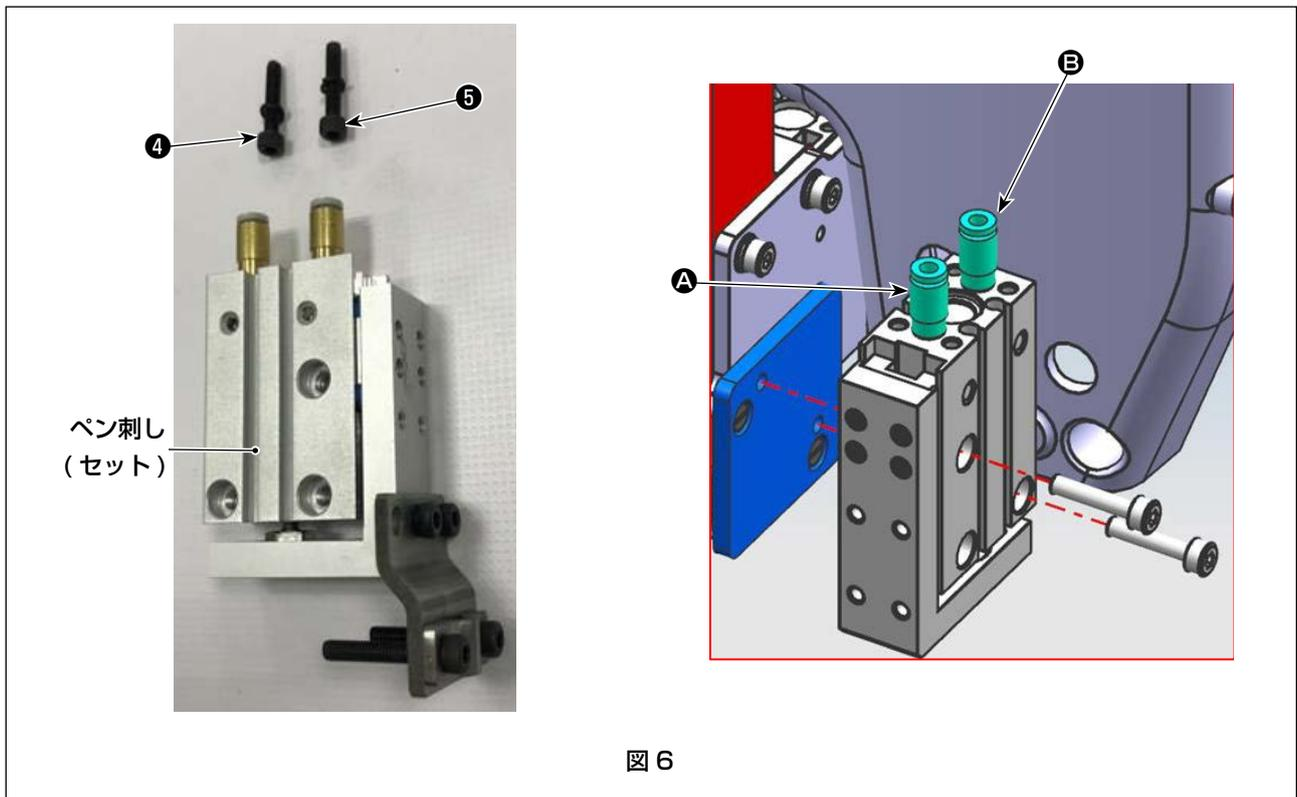

図 6
3mm の六角棒スパナを使い、ねじ④ 2 本とスプリングワッシャー⑤ 2 枚でペン刺しをペン刺し取付板 B に取り付けます。(図 6)